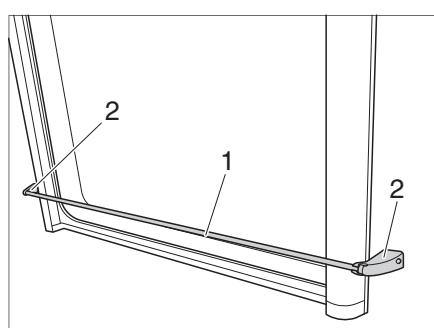

Fig. 89 Barra anticaduta
- Afferrare la barra anticaduta (Fig. 89,1) vicino alle due staffe (Fig. 89,2) e tirarla in avanti.
- Aggiungere la barra anticaduta (Fig. 89,1) alle due staffe (Fig. 89,2).